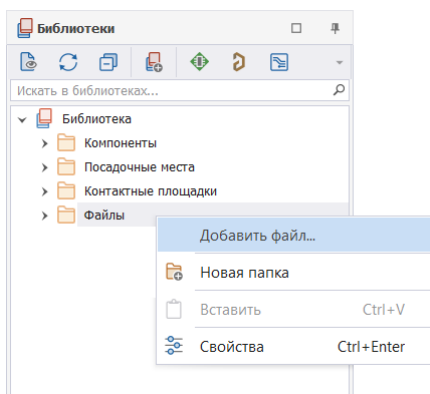

Рис. 267 Добавление файла в библиотеку
2. Из контекстного меню выбрать «Добавить файл», см. Рис. 267.